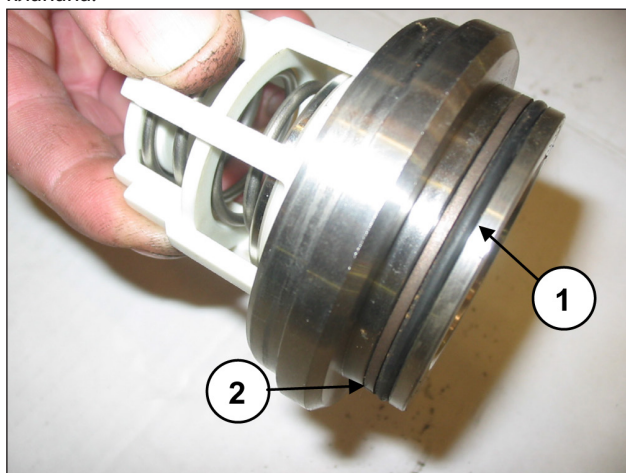

Рис. 123
Установите уплотнительное кольцо поз. №5 на детализовочном чертеже (поз. ①, Рис. 123) и антиэкструзионное кольцо поз. №15 на детализовочном чертеже (поз. ②, Рис. 123) в гнездо нагнетательного клапана.